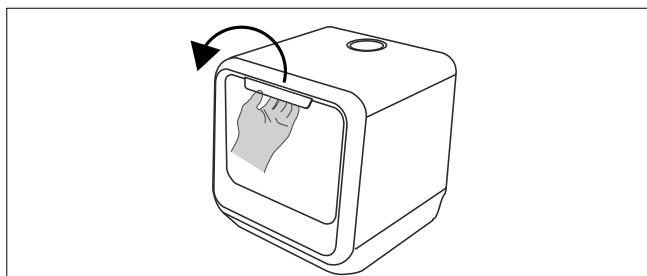

Fig. 12 – Apertura de la puerta
- ▶ Tire del asidero de la puerta (1) para abrirla. Abra completamente la puerta (véase Fig. 12).
- ▶ Introduzca la cesta para vajilla (6) por completo en el aparato.